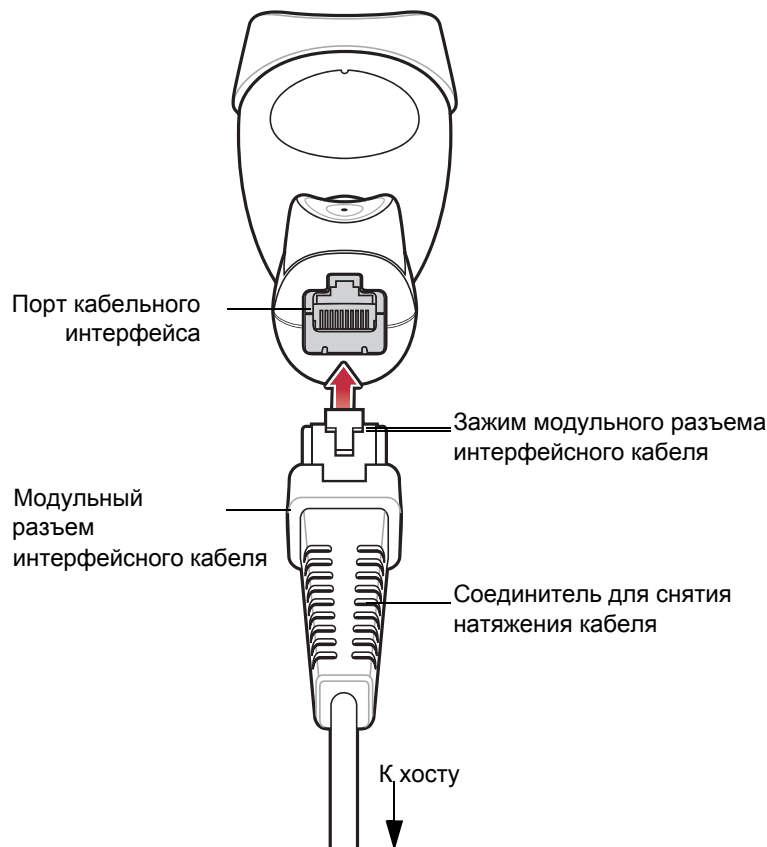

Рисунок 1-2 Подключение кабеля
1. Вставьте модульный разъем интерфейсного кабеля в порт кабельного интерфейса в нижней части рукоятки сканера (см. рисунок 1-2).